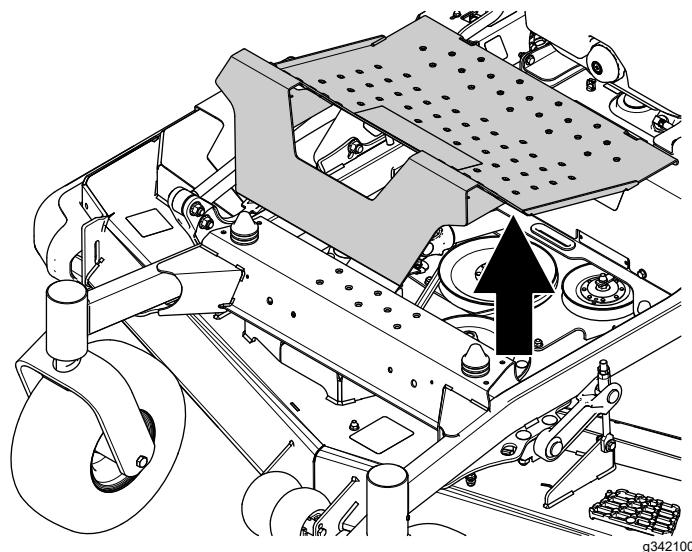

Figura 10
1. Retire o painel do piso (Figura 10).